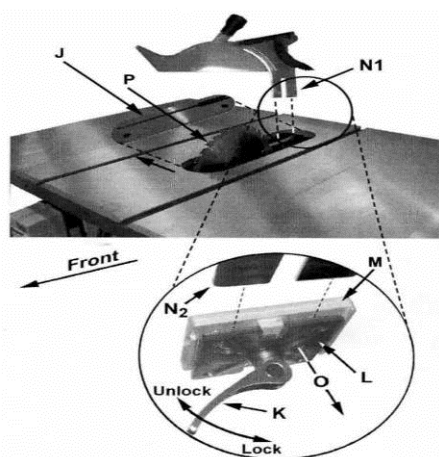

Рис. 8
Пояснения к рис. 8:
2. Удалите вставку стола (J).
3. Расположенный внутри стола и доступный через вставку быстрый зажим с ручкой (K) фиксации (рис. 8 вставка), разместите в положение разблокировки..
4. Накладной зажимной блок (L) имеет пружину (O) и отодвинется от фиксированного блока (M), оставляя зазор
5. Вставьте нижнюю часть расклинивающего ножа (N1, N2) полностью в зазор между зажимом блоков (L, M), а затем зафиксируйте ручку (K).
6. Поставьте вставку (J) обратно в стол. Пильный диск и расклинивающий нож должен выступать через отверстие во вкладыше.
Зажим блоков (L, M., рис. 8) отрегулирован на заводе, регулировка после установки защитного кожуха и расклинивающего ножа не требуется. Тем не менее, правильное положение расклинивающего ножа (стр. 14) является очень важным. Проверьте перед началом работы на столе, и последующей процедурой настройки, если необходимо.